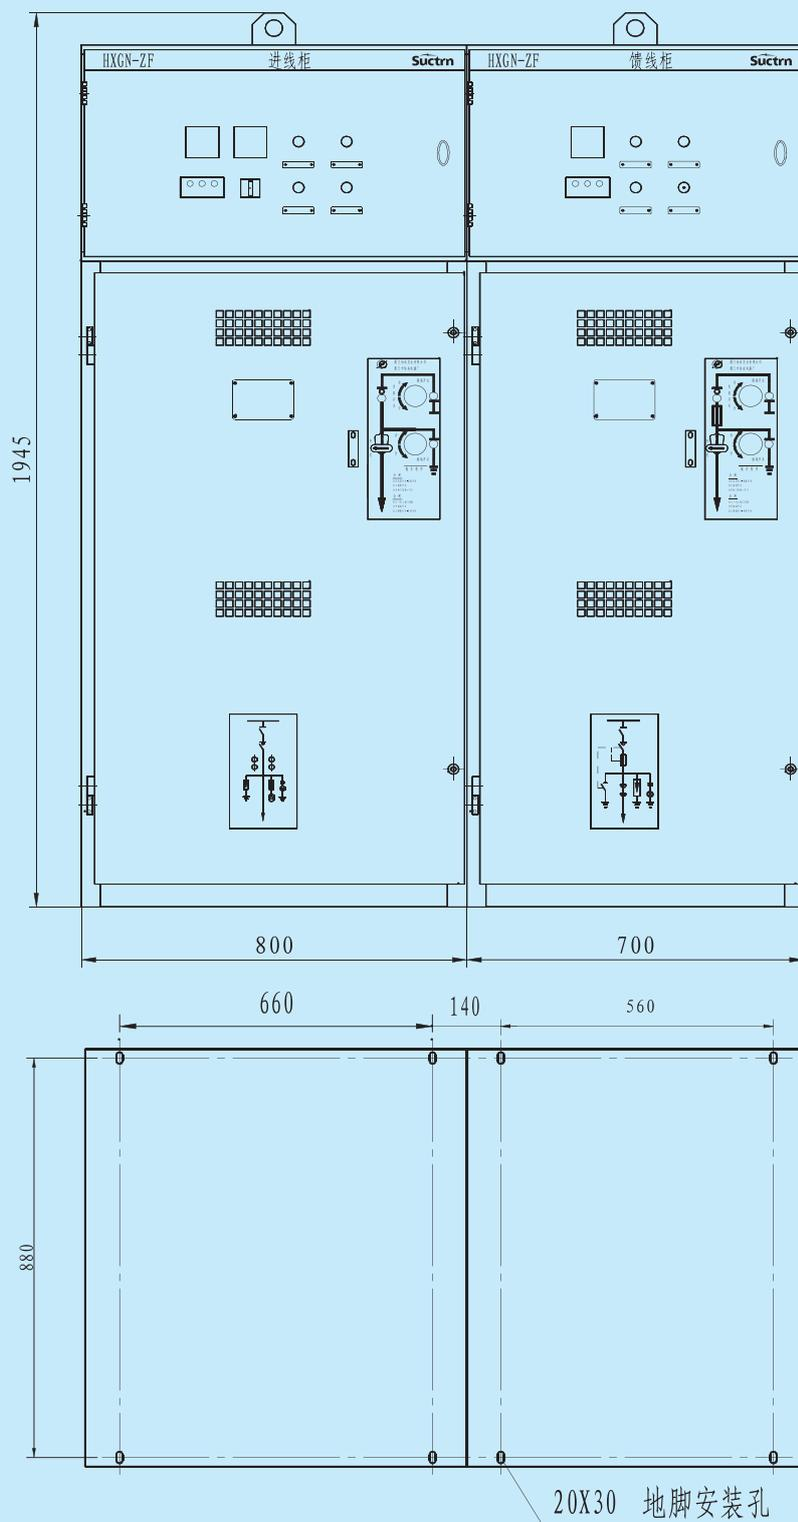

图2 环网柜外形及安装尺寸
a) 真空环网柜的安装尺寸、平面布置形式见图2、图3、图4；